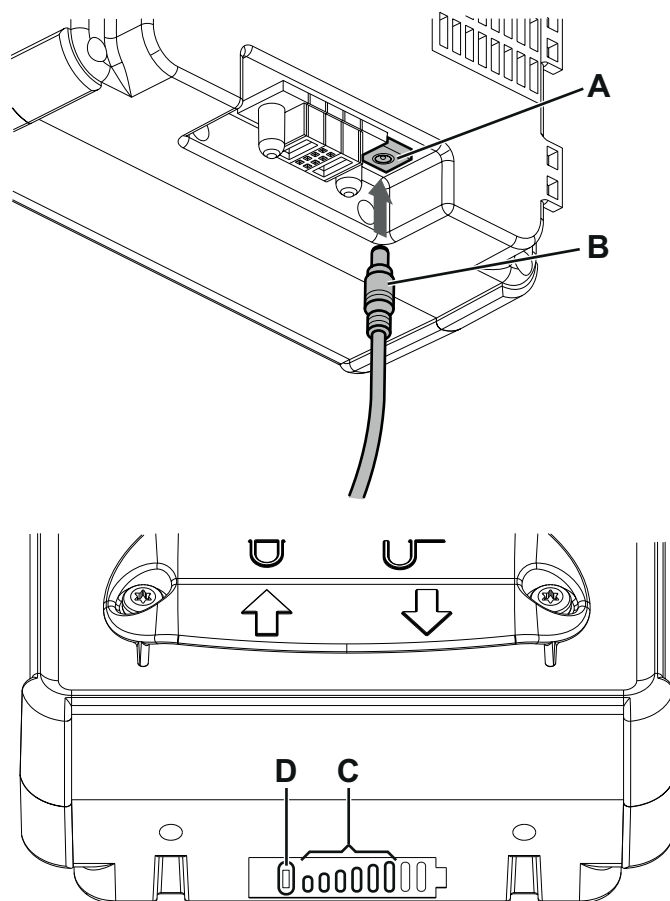

Abbildung 8
1. Die Batterie (27) entsprechend der Beschreibung im Abschnitt „Batterie ausbauen“ aus dem Gerät nehmen.
3. Den Stecker des Netzgeräts des Batterieladegeräts an die Dose der Batterie (A, Abb. 8) des Netzteils des Batterieladegeräts (B) und den Stecker des Kabels an das Stromnetz anschließen (Netzspannung und -frequenz müssen den auf dem Geräteschild des Ladegeräts angegebenen Werten entsprechen).
4. Während der Aufladephase bleibt eine der 6 grünen LEDs (C) ununterbrochen leuchtend um den Prozentanteil der erfolgten Aufladung anzuzeigen, während die LEDs (links neben der ununterbrochen leuchtenden LED) sequentiell blinken.
5. Sobald die 6. LED (C) ununterbrochen leuchtet und keine anderen LEDs mehr blinken, ist der Batterieladezyklus abgeschlossen.